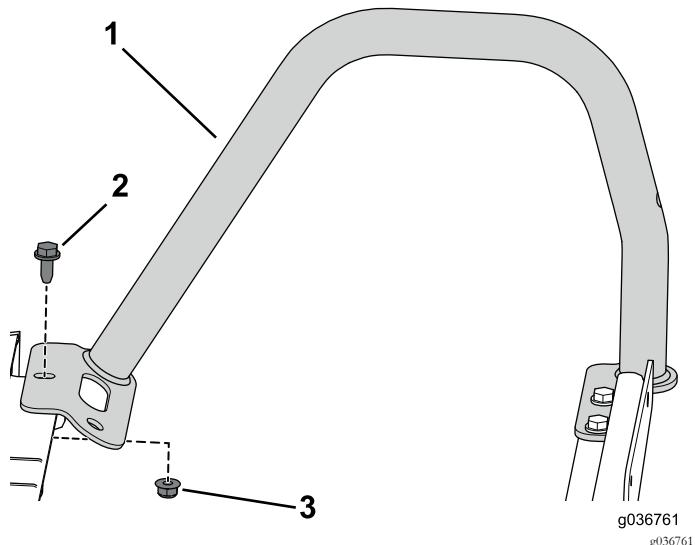

图7
2. 如 图7 所示使用之前拧下的 3 个凸缘螺栓 5/16 x 3/4 英寸和 3 个凸缘螺母 5/16 英寸安装之前卸下的右扶手。